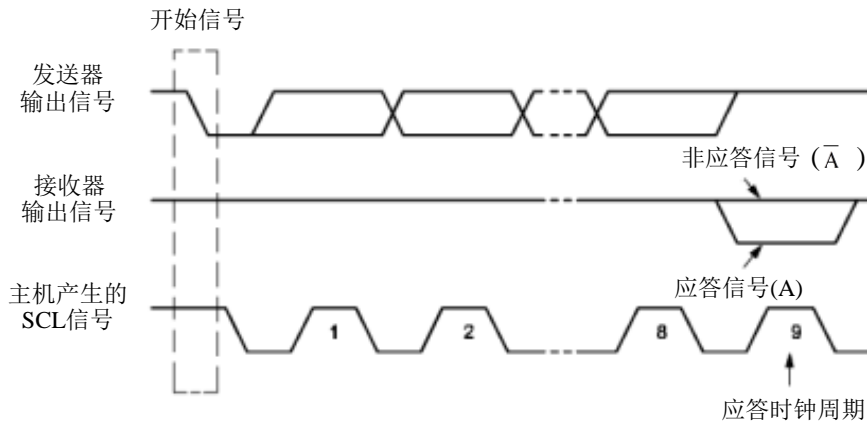

Figure 15-5 IIC 总线的应答信号
重新开始信号 (Repeated START): 在 IIC 总线上，由主机发送一个开始信号启动一次通信后，在首次发送停止信号之前，主机通过发送重新开始信号，可以转换与当前从机的通信模式，或是切换到与另一个从机通信。如 Figure15-5 所示，当 SCL 为高电平时，SDA 由高电平向低电平跳变，产生重新开始信号，它的本质就是一个开始信号。
应答信号 (A): 接收数据的 IIC 在接收到 8 位数据后，向发送数据的 IC 发出的特定的低电平脉冲。每一个数据字节后面都要跟一位应答信号，表示已收到数据。应答信号在第 9 个时钟周期出现，这时发送器必须在这一时钟位上释放数据线，由接收设备拉低 SDA 电平来产生应答信号，由接收设备保持 SDA 的高电平来产生非应答信号 (A $\bar{}$)，如 Figure15-5 所示。所以，一个完整的字节数据传输需要 9 个时钟脉冲。如果从机作为接收方向主机发送非应答信号，这样，主机方就认为此次数据传输失败；如果是主机作为接收方，在从机发送器发送完一个字节数据后，发送了非应答信号，从机就认为数据传输结束，并释放 SDA 线。不论是以上哪种情况都会终止数据传输，这时，主机或是产生停止信号释放总线，或是产生重新开始信号，开始一次新的通信。开始信号、重新开始信号和停止信号都是由主控制器产生，应答信号由接收器产生，总线上带有 IIC 总线接口的器件很容易检测到这些信号。